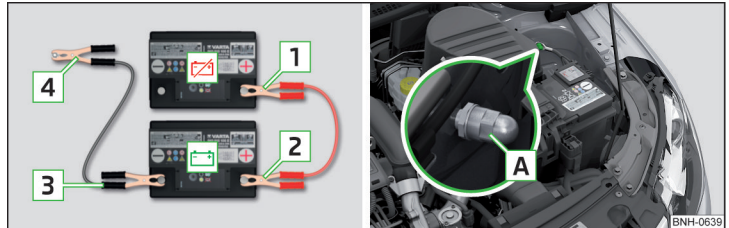

Abb. 251 Starthilfe:  - entladene Batterie,  - stromgebende Batterie / Massepunkt des Motors beim START-STOPP-System
- Bei Fahrzeugen **mit** dem START-STOPP-System die Klemme **4** am Massepunkt des Motors **A** befestigen » Abb. 251.